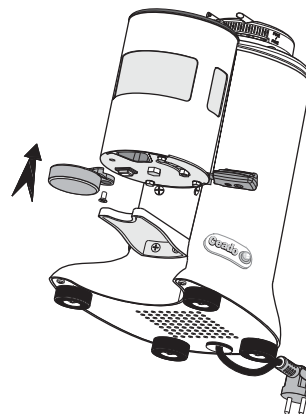

Abb. 10
- 2** Die Pressvorrichtung positionieren und mit der Schraube in der Ausstattung befestigen (Abb. 10).